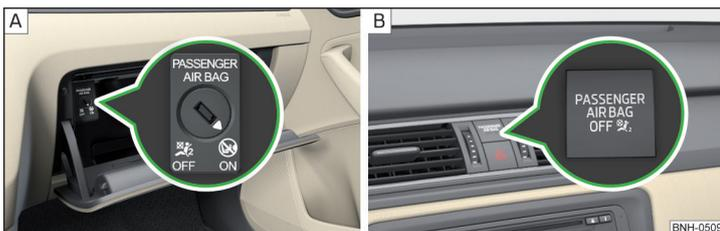

Fig. 10 Conmutador de llave para el airbag lateral del acompañante/Testigo para el airbag delantero del acompañante
El airbag frontal del acompañante se puede desconectar con el conmutador de llave » fig. 10 de la pág. 19 - [A].
Posiciones del conmutador de llave » fig. 10 - A
**OFF** El airbag frontal del acompañante está apagado - después de conectar el encendido **ilumina**1) el testigo de control **OFF**  » fig. 10 - B